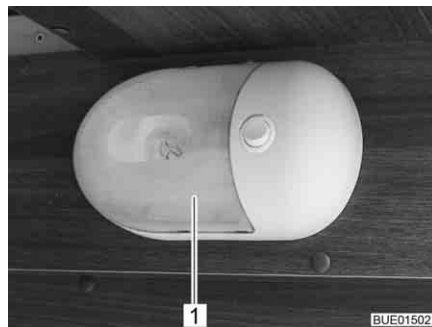

Fig. 304 Eclairage du garage
- Presser le couvercle transparent (Fig. 304,1) avec précaution des deux côtés, l'éloigner légèrement du commutateur et le retirer par l'avant.